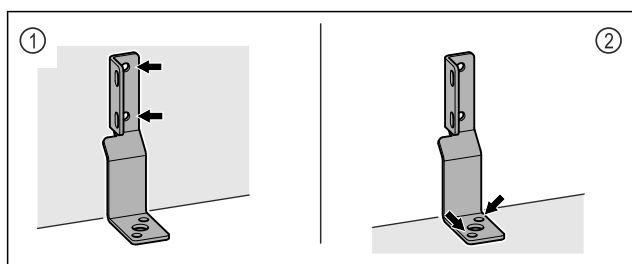

Fig. 8
- ▶ Hoek aan de wand Fig. 8 (1) of vloer Fig. 8 (2) bevestigen.